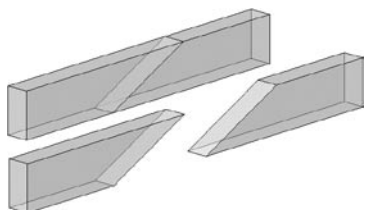

Figure 8.45 Enture en sifflet à plat joint
- » **Les entures en sifflet** (fig. 8.45) peuvent être à plat-joint ou renforcées ; par tourillon, par tenon rapporté (ou clé), ou par lamelle.